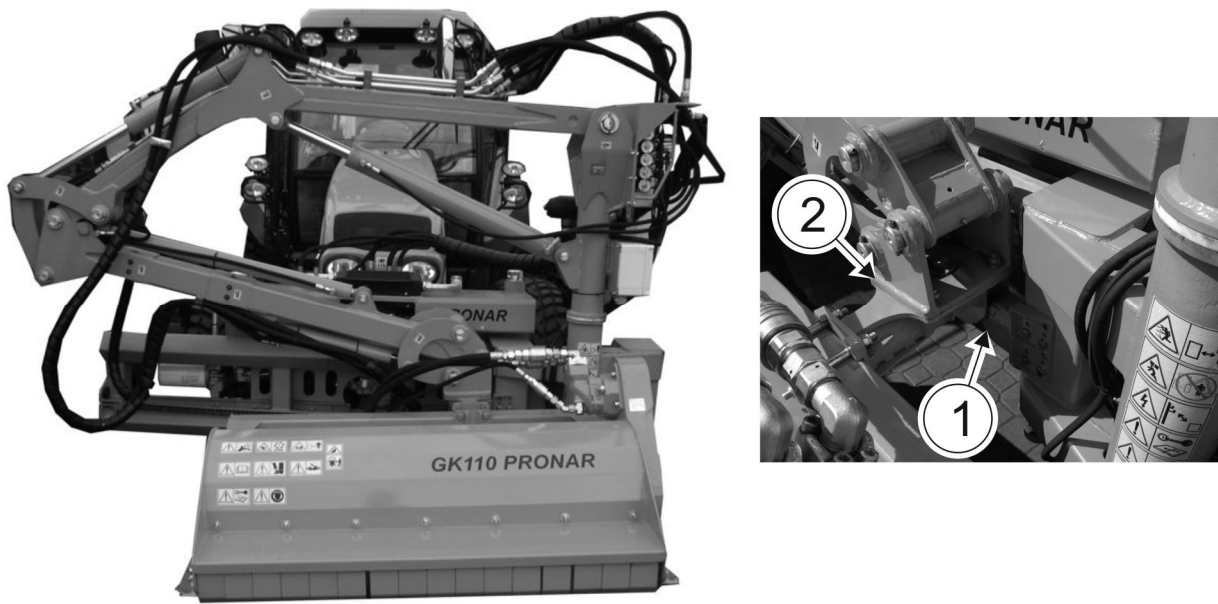

РИСУНОК 4.3 Транспортное положение
На время проезда на место работы и назад поднимите головку для кошения (1) в верхнее положение и посадите на зацеп (2) головки универсального двигателя (1) (РИСУНОК 4.3).